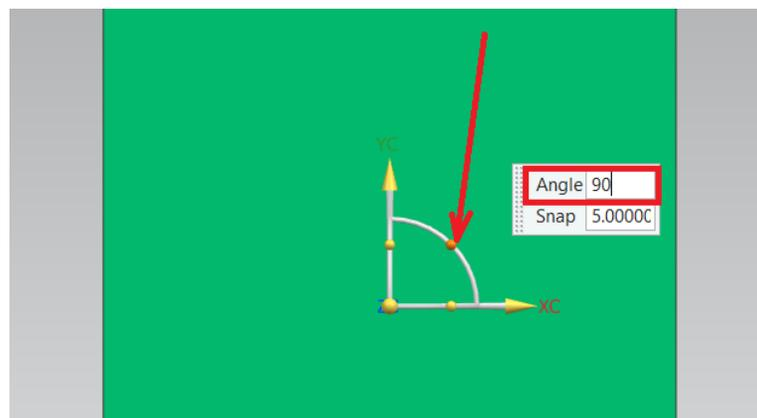

Figura 1.6 Giro de 90° en plano XY.
- En la imagen del sistema de coordenadas que aparece en la pieza, seleccionar el giro en el **plano XY** y dar un giro de 90° (Figura 1.6).